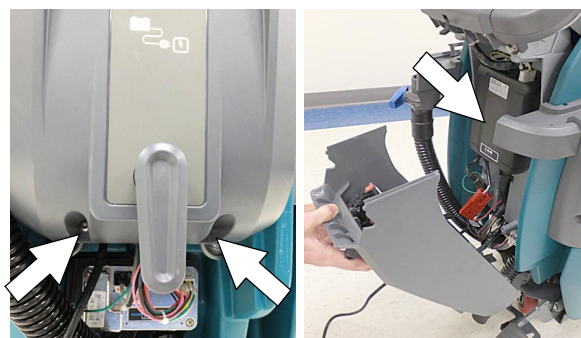

ABB. 116
- Entfernen Sie mit einem sternförmigen T25- Schraubendreher die zwei Schrauben an der Unterseite der Steuerkonsole, um auf das Batterieladegerät zuzugreifen (Abbildung 116).